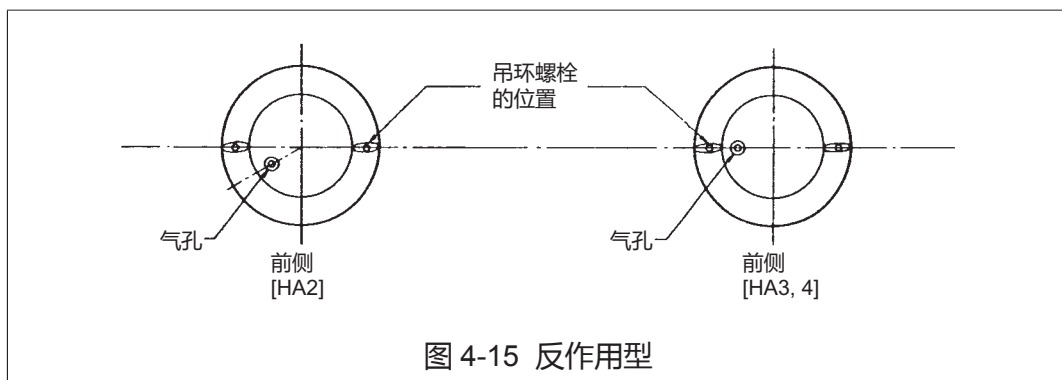

图 4-15 反作用型
- (5) 放置上膜片盖 然后用一对吊环螺栓对其进行固定。将气孔设定到如图 (图 4-15) 所示的位置。交替并均匀松开一对吊环螺栓。使用这对吊环螺栓可对弹簧进行初始定位。